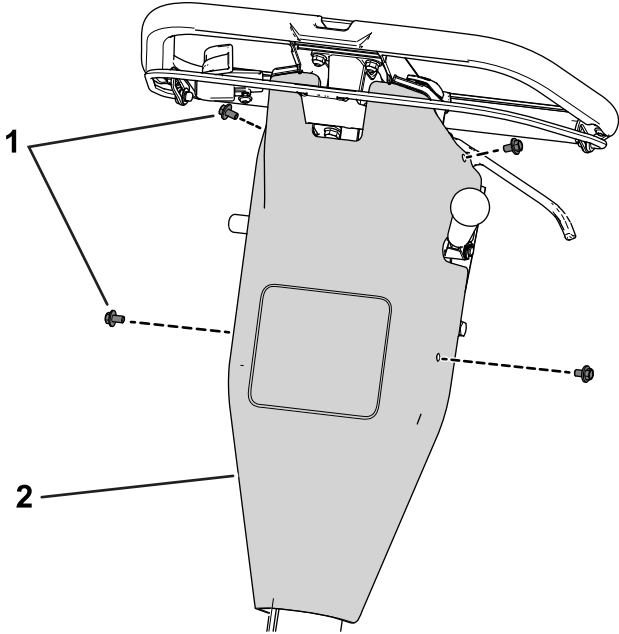

Figura 2
2. Retire la cubierta del control retirando los tornillos que fijan la cubierta al panel posterior (Figura 2).